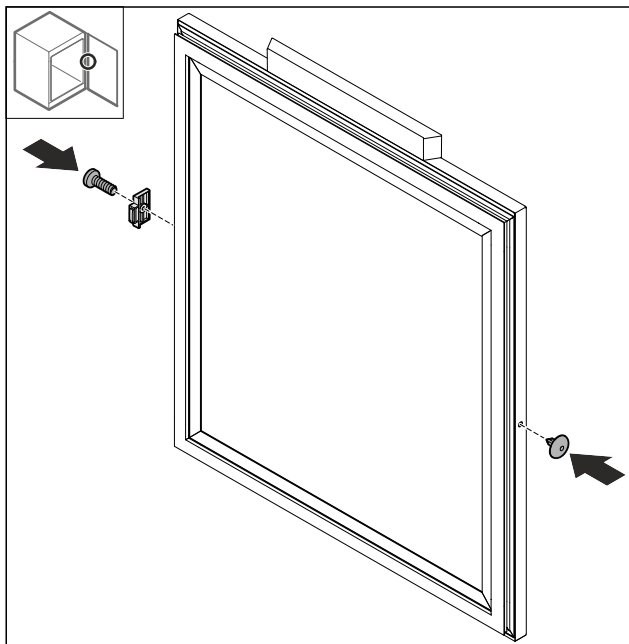

Fig. 47
- Tourner la butée de porte Fig. 47 (1) à 180° et l'installer de l'autre côté.
- Installer le cache Fig. 47 (2) du côté opposé.